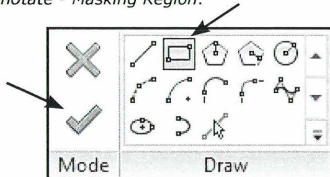

Fig. 06.70. Vælg et redskab.
- Vælg et redskab, eksempelvis *Rectangle* (Fig. 06.70).
- Tryk *Finish Edit Mode* (Fig. 06.70).